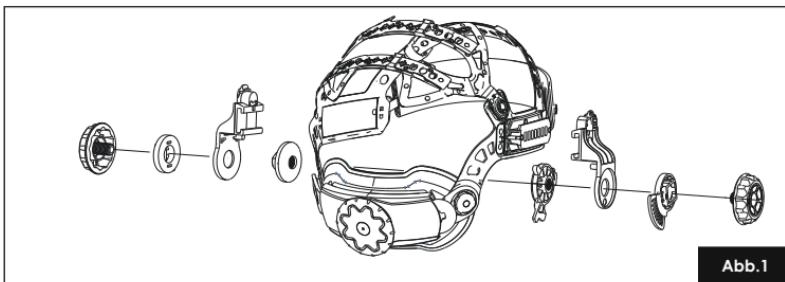

Abb.1
1. Setzen Sie das Kopfband in die Helmschale ein, wie in Abb. 1 gezeigt.